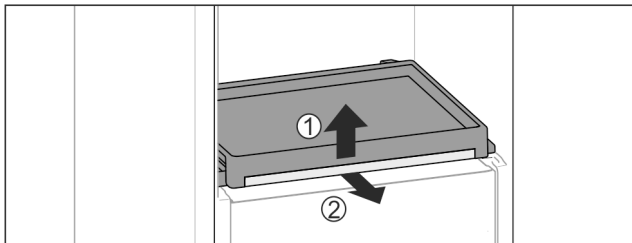

Fig. 111
- ▶ Выньте выдвижную панель со стеклянной панелью: Слегка приподнимите спереди стеклянную полку Fig. 111 (1) и потяните вперед Fig. 111 (2).